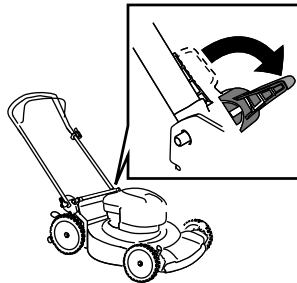

Figura 17
3. Abra las palancas de bloqueo del manillar (Figura 17).